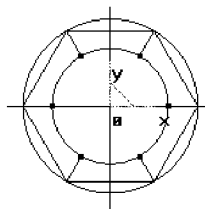

图 2-1-12 绘制连接线段
⑧ 单击曲线生成栏中的“直线”图标,在立即菜单中选择【两点线】、【单个】、【非正交】,依次拾取六边形的对角点和圆的 6 个等分点,绘制如图 2-1-12 所示的 6 条等分连接线。